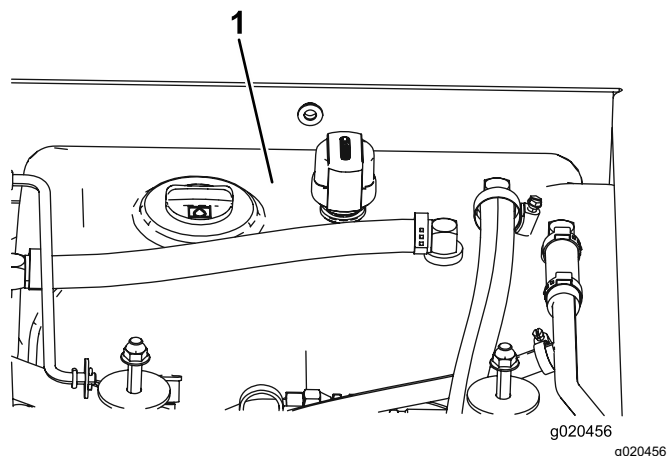

Figura 83
4. Riempite il serbatoio (Figura 83) di fluido idraulico; fate riferimento a Controllo del fluido idraulico \(pagina 78\).